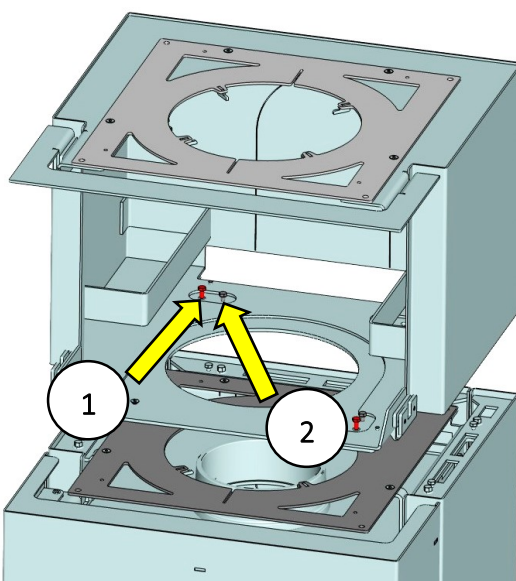

Abb. 8: Wärmespeicher-Modul aufsetzen
2. Am Wärmespeichermodul die vordere Blende nach oben heraus nehmen. Die Hülle des Wärmespeichermoduls auf den Ofenkorpus aufsetzen (Abb. 8) und mit vier beiliegenden Schrauben verschrauben (Abb. 8 Pos.1). Das Wärmespeichermodul kann mit Hilfe der innenliegenden Schrauben (Abb. 8 Pos.2) in der Höhe ausgerichtet werden.